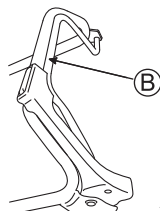

Abb. 18
4. Drücken Sie den Kupplungshebel (B) nach vorne, um mit dem Mähen zu beginnen. (Siehe Abb. 18)